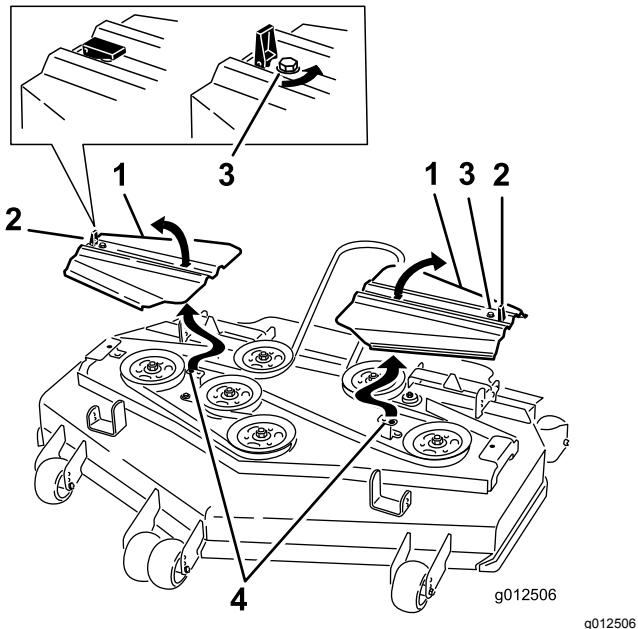

Figura 61
14. Montate i copringhia inserendo le linguette nelle fessure. Montate il coperchio e chiudete i fermi (Figura 61).